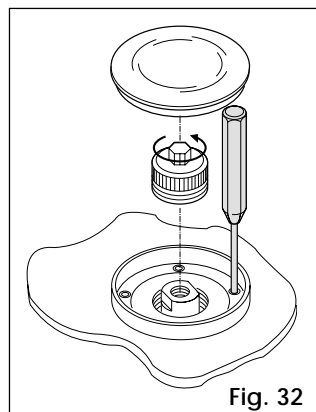

Fig. 32
- 2) Quitar la protección del agujero y desenroscar completamente el tapón del tornillo de regulación del embrague (Fig. 32).